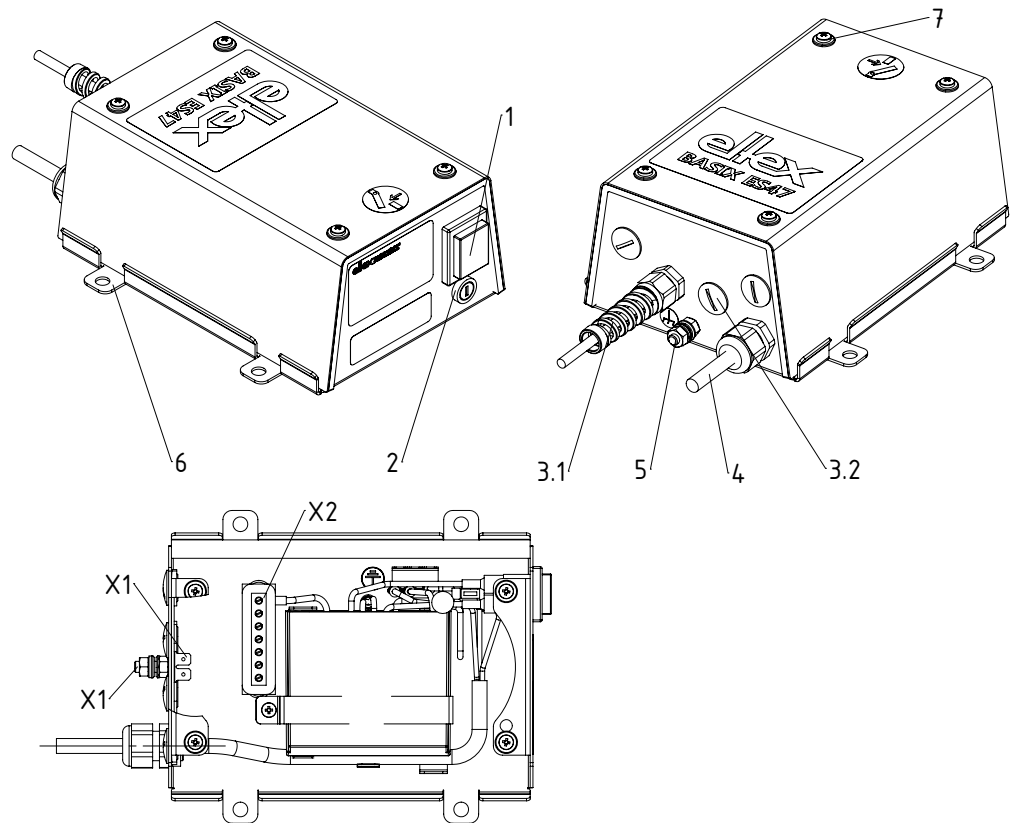

Abb. 1:
- Vor der Inbetriebnahme des Netzgerätes ist darauf zu achten, dass das Gerät über den Erdanschluss (5, Abb. 1) dauergeerdet ist. Das Erdungskabel sollte einen Mindestquerschnitt von $1,5 \text{ mm}^2$ aufweisen.
Über den Erdanschluss (5, Abb. 1) muss eine dauerhafte Erdverbindung hergestellt werden. Das Erdungskabel sollte einen Mindestquerschnitt von 1,5 mm² aufweisen
- Entfernen Sie den Deckel des Netzgerätes (siehe Abb. 1).
Die Versorgungsspannung wird über die Netzanschlussleitung (4, Abb. 1) mit einem Schutzkontaktstecker (je nach Länderausführung) angeschlossen.
Das Netzgerät wird mit dem Kippschalter (1, Abb. 1) eingeschaltet. In der Stellung EIN leuchtet der Schalter grün. An den Entladeelektroden liegt nun Hochspannung an.